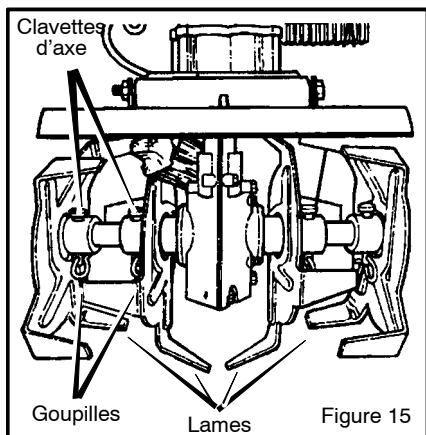

Figure 15
3. Après avoir enfilé des gants, retirez les **goupilles** et les **clavettes d'axe** fixant les lames à l'arbre (voir la Figure 15). Retirez les **lames** d'un côté de la machine.
4. Montez la lame extérieure sur l'arbre et remettez en place la **goupille** et la **clavette d'axe** (voir Figure 15).